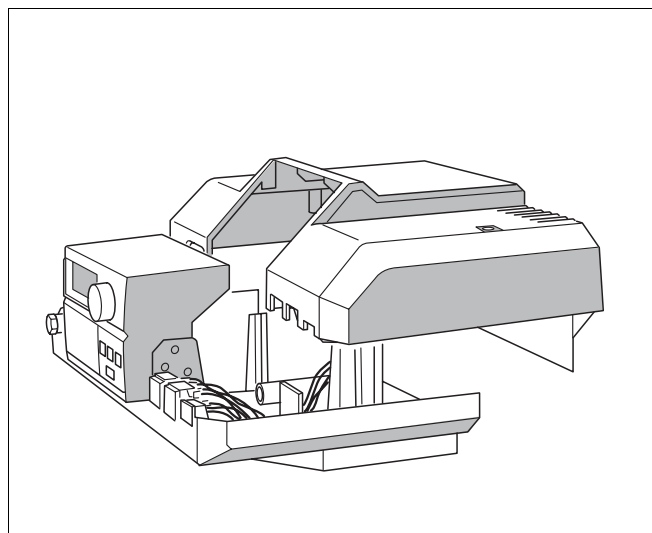

Fig. 21 Montering af instrumentpanelet Logamatic 2000
- Sæt kappen på, og monter instrumentpanelet (fig. 21).